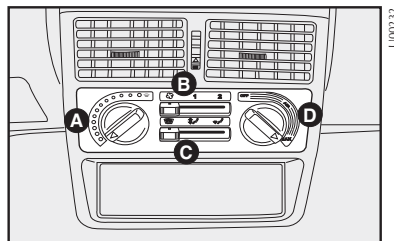

fig. 30
COMANDOS PARA AQUECIMENTO E VENTILAÇÃO - fig. 30
4) Comando para regulagem da quantidade de ar nos difusores centrais **D-fig. 30**: posição difusor fechado (girar para posição **OFF**).
3) Seletor de distribuição do ar **C-fig. 30** apontado para \curvearrowright ; controlar para que todas as saídas de ar estejam totalmente abertas.